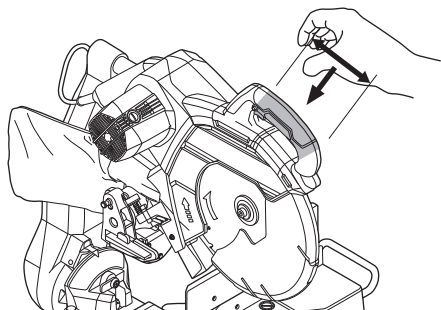

Fig. 1
1. Asegúrese de sostener firmemente la herramienta durante la operación. De lo contrario, podría sufrir un accidente o lesiones. (Fig. 1).